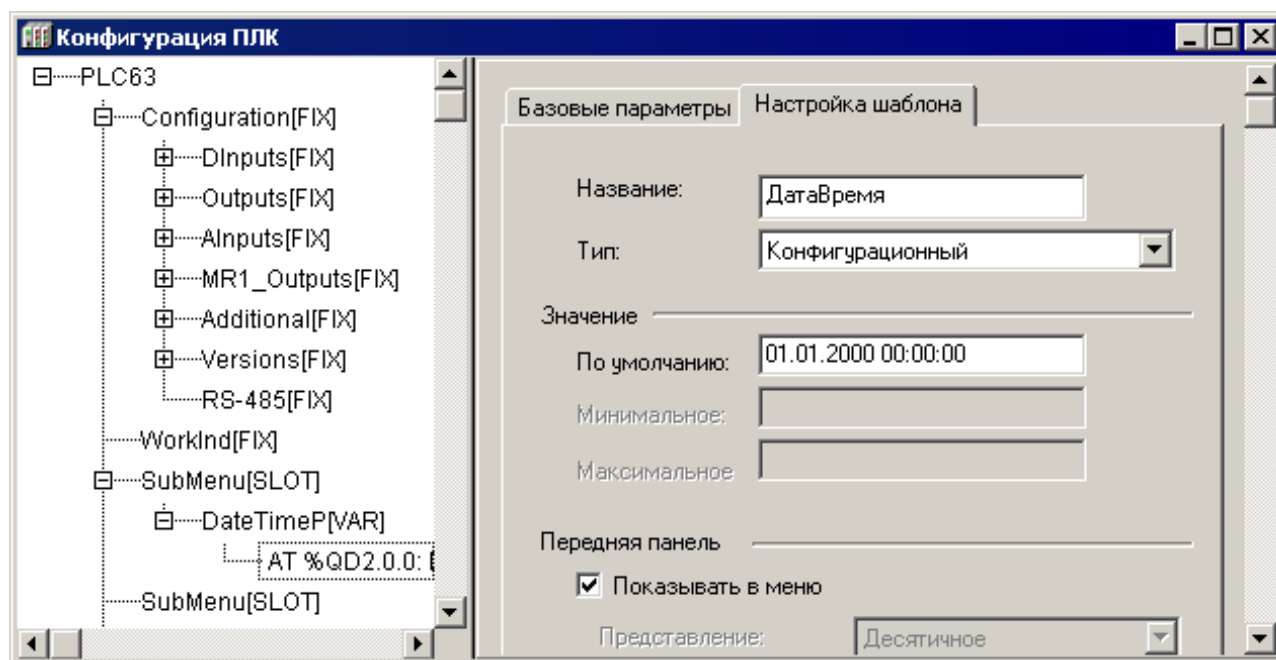

Рисунок 7.23 – Формат значения параметра «DateTimeP»
- «**DateTimeP**» – подэлемент, содержащий дату и время; имеет канал типа DWord, в котором хранится значение времени и даты в специальном формате. Значение параметра задается в формате ДД.ММ.ГГГГ ЧЧ:ММ:СС, см. рисунок 7.23. Максимальное и минимальное значение для данного параметра не устанавливается.